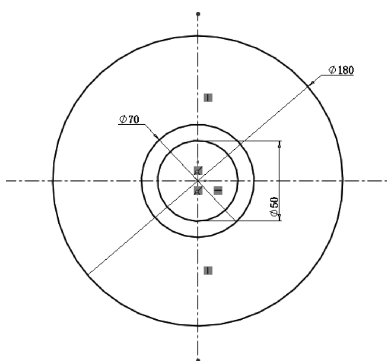

图 11-4 标注尺寸
3) 单击工具栏中的 (智能尺寸) 按钮。选择要标注尺寸的圆，将指针移到放置尺寸的位置，然后单击来添加尺寸，在修改框中键入 180, 70, 50, 然后单击修改框中的按钮，接着单击图形区域，如图 11-4 所示。